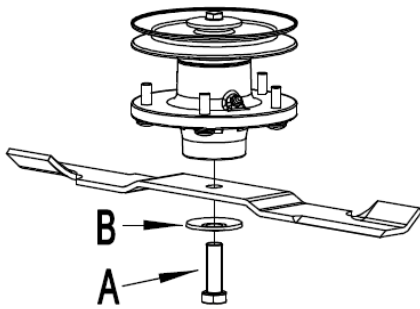

Fig. 12
Retirez le boulon (A), qui a un filetage à droite (reportez-vous à la Fig. 12), et retirez la rondelle élastique de blocage (B) et la lame.
comme illustré à la Fig. 12. Fixez avec le boulon de fixation de la lame de tondeuse et la rondelle élastique (Fig. 12), et serrez à 156-163 N.m.